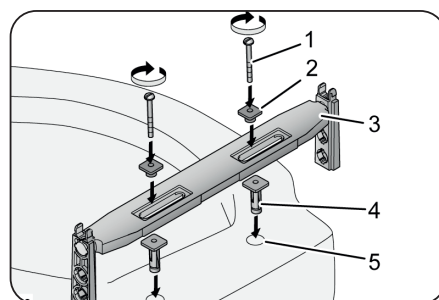

Abb. 6
1. Stecken Sie jeweils das Unterteil (4, Abb. 6) der beiden Dübel in die Bohrungen (5, Abb. 6) des Toilettensitzerhöhungskörpers.
2. Legen Sie die Auflagebrücke (3, Abb. 6) so auf den hinteren Rand des Toilettensitzerhöhungskörpers, dass die Dübel in der Führung auf der Unterseite der Auflagebrücke liegen.
4. Stecken Sie jeweils das Oberteil (2, Abb. 6) der beiden Dübel auf das Unterteil der Dübel. Das Oberteil muss dabei in der Führung der Auflagebrücke liegen.
5. Stecken Sie die Schrauben (1, Abb. 6) in die Dübel und drehen Sie sie im Uhrzeigersinn. Dabei werden die Dübel gespreizt. Ziehen Sie die Schrauben mit einem Anziehdrehmoment von 3 Nm fest.